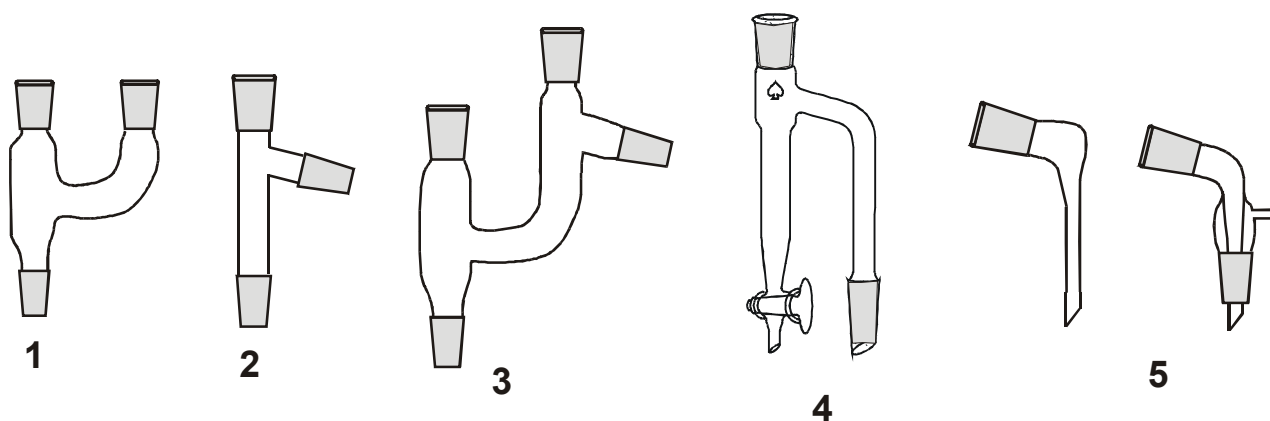

Рисунок 8. Насадки и аллонжи: 1 - двурогаая насадка; 2 - насадка Вюрца; 3 - насадка Клайзена; 4 - насадка Дина-Старка; 5 - аллонжи.
НАСАДКИ И АЛЛОНЖИ. В синтетической практике используются самые разные по конструкции **насадки** - спаянные под нужными углами трубки со шлифами разного диаметра (рис. 8). Они обычно вставляются в колбы и используются для монтажа лабораторных приборов из отдельных предметов (колб, холодильников, капельных воронок, термометров, etc.). Удобной является насадка **Дина-Старка** (4), в основном используемая при проведении реакции *дегидратации*: керн вставляется в колбу, в муфту же вставляют обратный холодильник. В колбе кипит раствор вещества в бензоле - и при отщеплении воды из колбы отгоняется азеотропная смесь вода-бензол, которая конденсируется, попадает в приемную емкость насадки и расслаивается в ней. Вода сливается через кран. **Аллонжами** называют специальные изогнутые насадки, предназначенные для соединения прямых холодильников с приемными колбами.